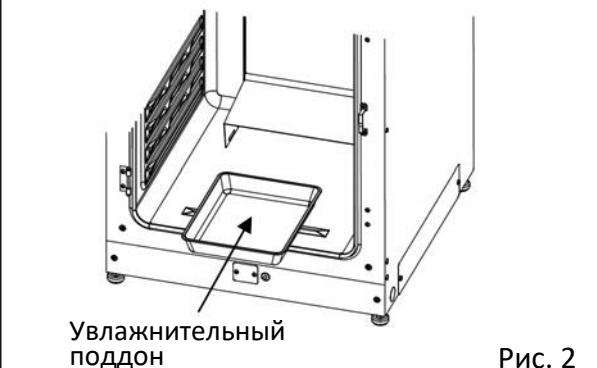

Рис. 2
**3. Извлеките увлажнительный поддон (Рис. 2).**